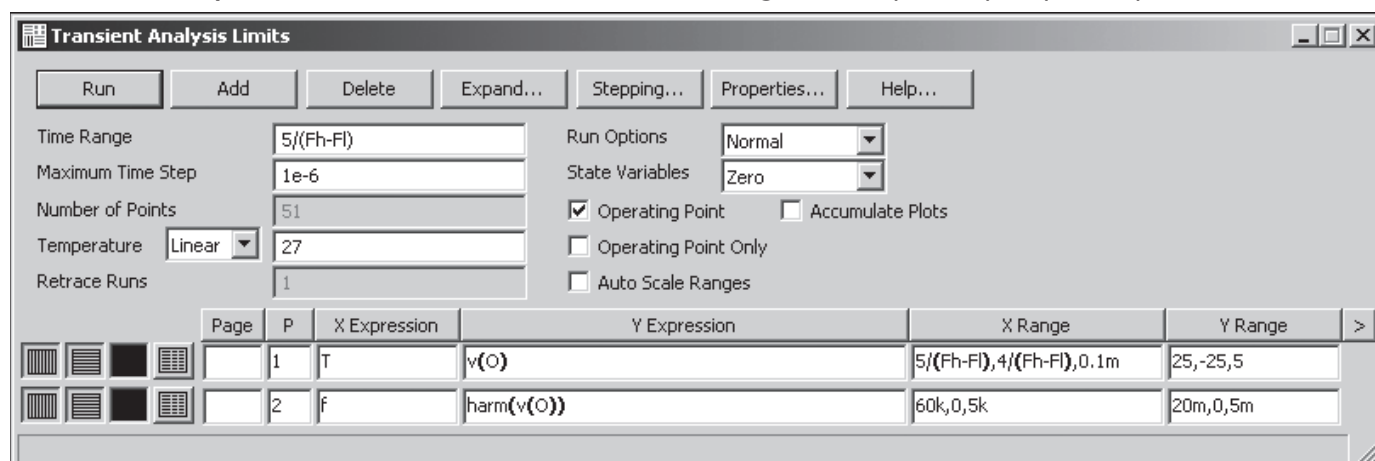

Рис. 2.49. Окно задания параметров переходных процессов
После этого можно переходить к заданию параметров переходных процессов (рис. 2.49). На первом графике – напряжение V(O) на выходе усилителя (напряжение в узле O). На втором графике – гармонические составляющие выходного напряжения V(O).